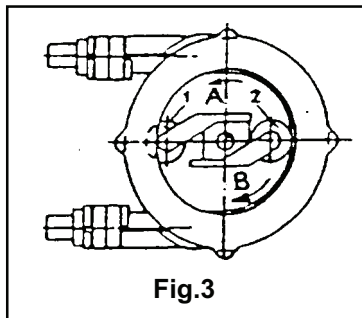

Fig.3
3) Scegliere il senso di rotazione desiderato A o B (vedi Fig. 3).
3) Select the required rotating direction A or B (see Fig. 3).